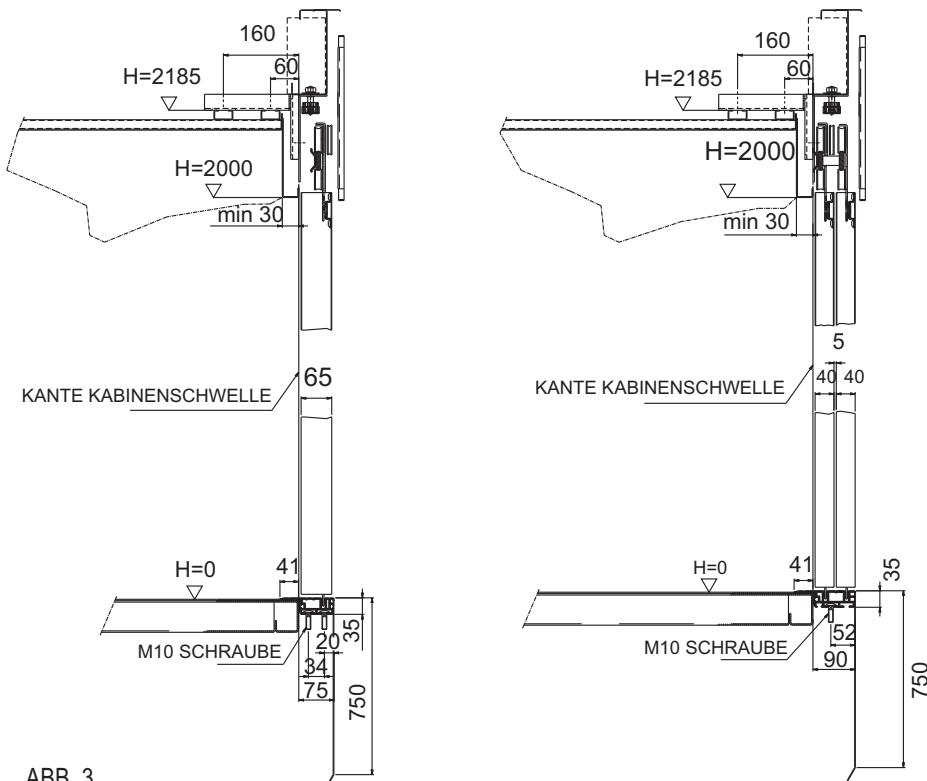
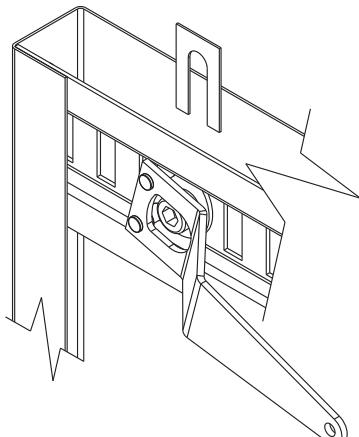

ABB. 3
ABB. 4
Die Informationen über die Türposition werden über drei monostabile Magnetkontakte ermittelt (NO), RA-RC-EC die jeweils den Anfang für den Sanft-Anlauf, den Anfang für den Sanft-Stopp und die Endlagen zu (s. Abb. 3) ermitteln.
2. Türantrieb mit den Winkeln am Kabinendach befestigen und an der Kabinenschwelle ausrichten. Anschließend verschrauben (s. Abb. 3)
3. Befestigung der Kabinetltürblätter. Nach der Befestigung der Kabinetltürblätter (siehe Abb. 4) muss der Abstand zwischen den Blättern und zwischen Schwelle und Türblatt (s. Abb. 3) überprüft werden. Sind die Abstände nicht korrekt (5 mm), die dafür vorgesehenen offenen Beilagbleche verwenden und die Türflügel richtig positionieren.